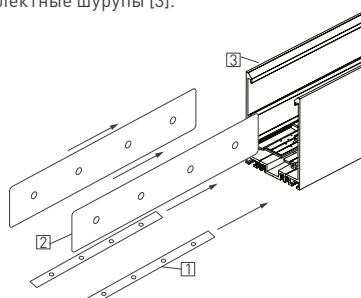

Рис. 5. Установка соединителей в пазы шинопровода
- 3.21. Установите в пазы шинопровода [3] коннекторы SIDE [2] и UP [1] на половину длины и закрепите их установочными винтами из комплекта поставки (см. рис. 5).